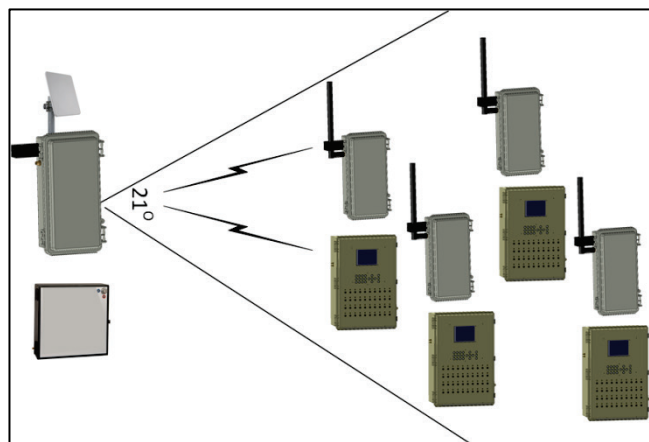

图 19: 使用单向天线的RLINK 放置
4. 按下配置按钮 5 秒(图 19). 这会产生测试信号.